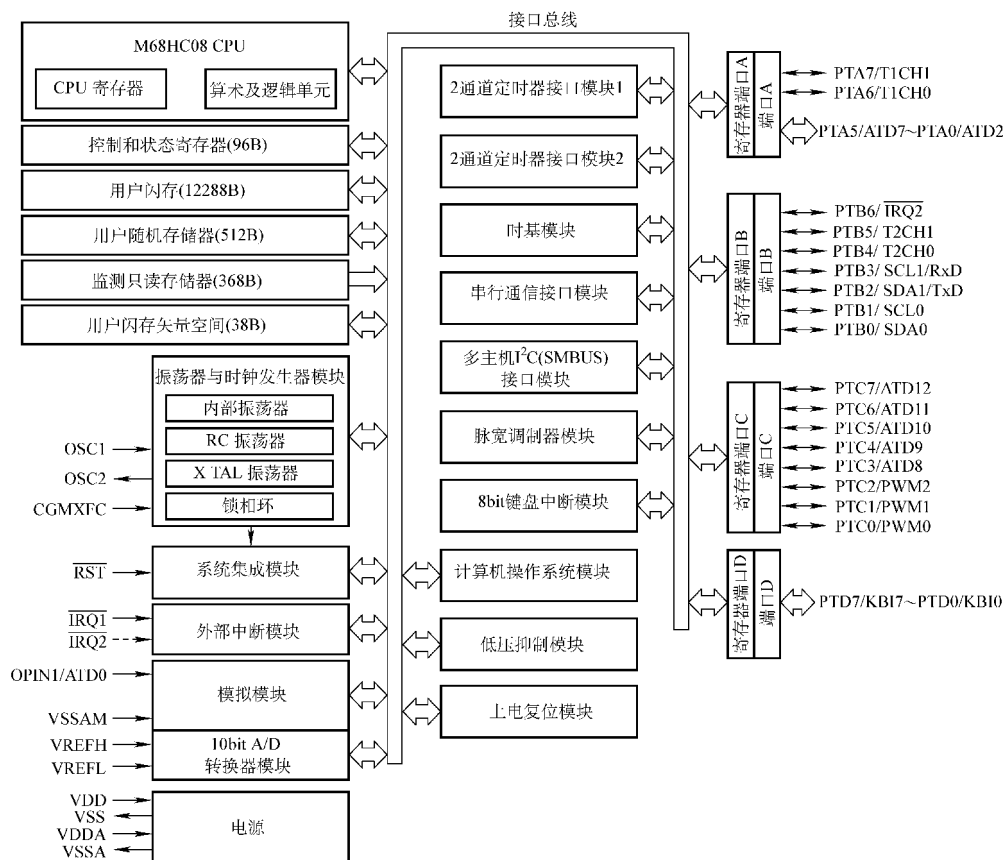

图 5-13 MC68HC908SR12 内部框图
- (13) MC68HC908SR12 内部框图 (见图 5-13)